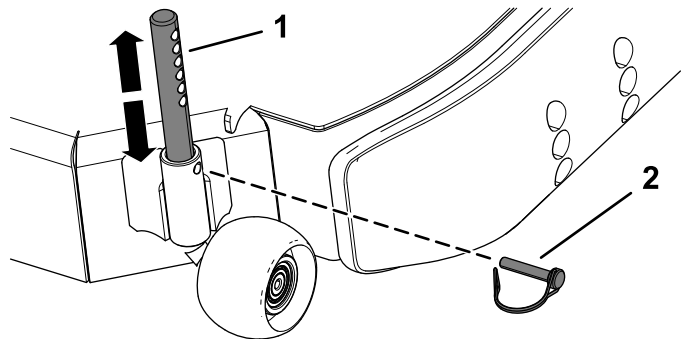

Figure 32
4. Retirez les goupilles de blocage de l'axe du galet (Figure 32).
5. Montez ou descendez la goupille du galet à la position voulue puis fixez-le en place avec la goupille de blocage (Figure 32).